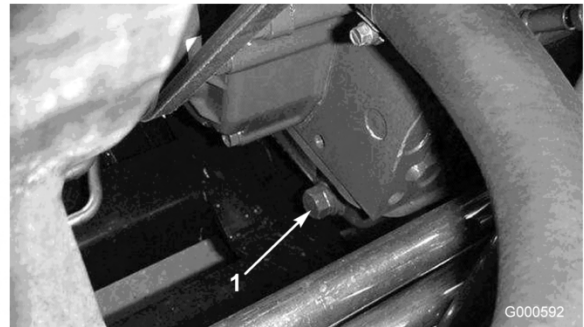

Figura 34
1. Retire o tampão de escoamento traseiro (Figura 34) e deixe o óleo escorrer para um recipiente adequado. Quando o óleo parar, volte a montar o tampão de escoamento.